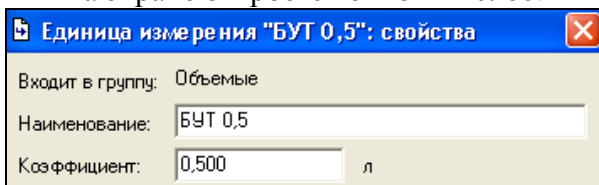

Рис. 60
- ✓ На экране откроется окно - Рис. 60.